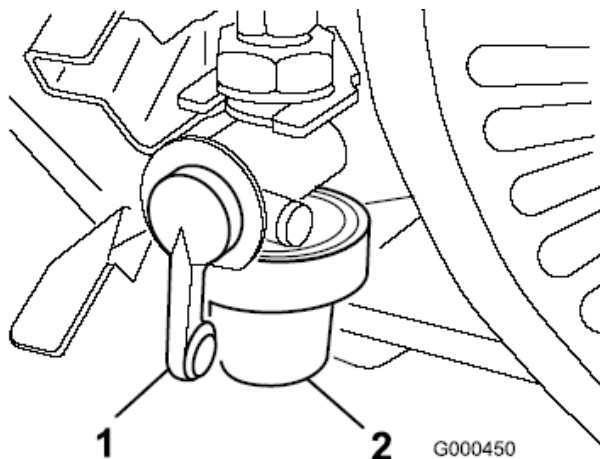

Figure 19
1. Fermez la valve de retenue du carburant et dévissez la cuve du corps filtrant (Figure 19).